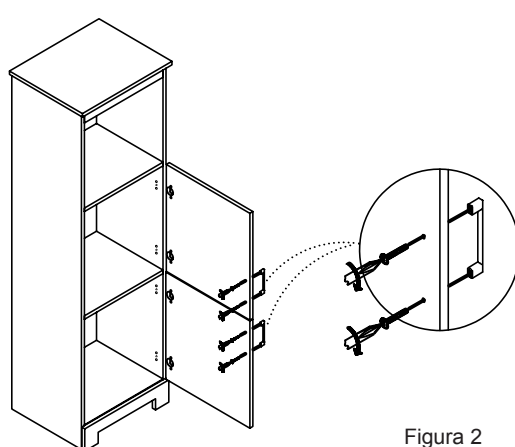

Figura 2
- 4: Fije la manijas utilizando el (x 4) tornillos de 25mm. Figura 2.